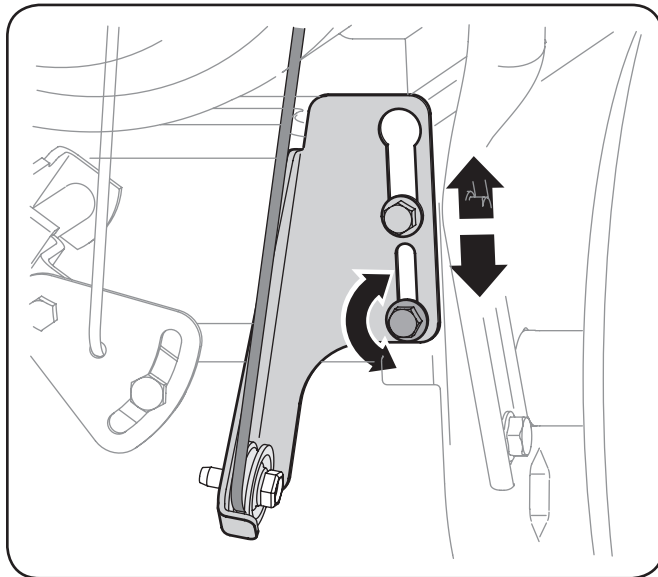

Figura 6-7
2. Afloje la tuerca hexagonal inferior del soporte del cable de la transmisión. Vea la Figura 6-7.